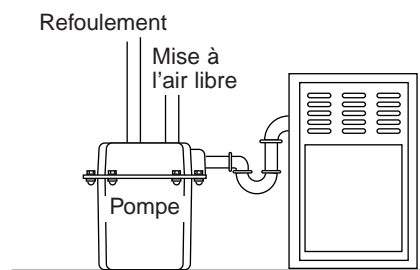

Figure 7 – Installation type pour évacuer les condensats des climatiseurs ou l'eau des déshumidificateurs
1. Brancher le tuyau d'arrivée dans l'ouverture, comme il est illustré. Appliquer du composé résistant aux variations de température (RTV) ou du Plasto-Joint Stik* sur les filets pour les rendre étanches. Se reporter aux Figures 7, 8 et 9 des pages 4 et 5 pour les installations types du système.